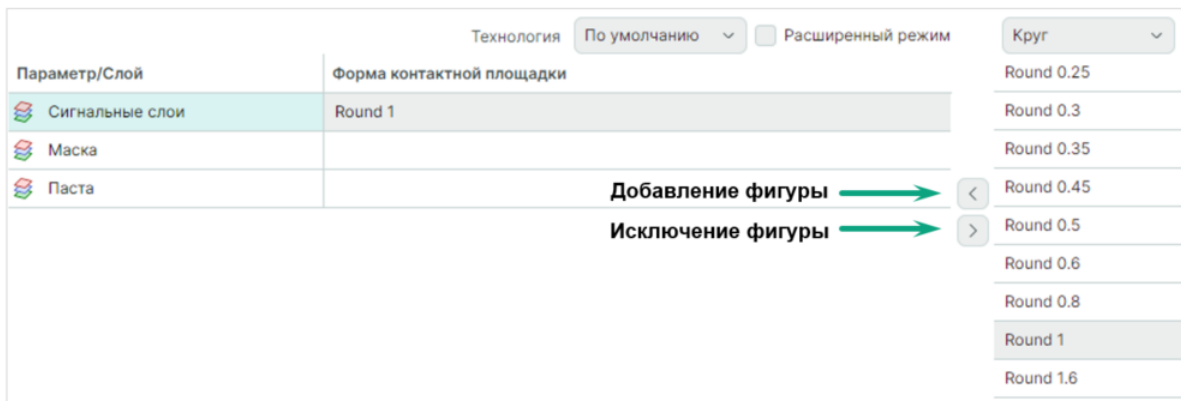

Рис. 45 Добавление/исключение фигуры на слой контактной площадки
4. Добавьте созданную форму на слой, нажав символ , см. Рис. 45.